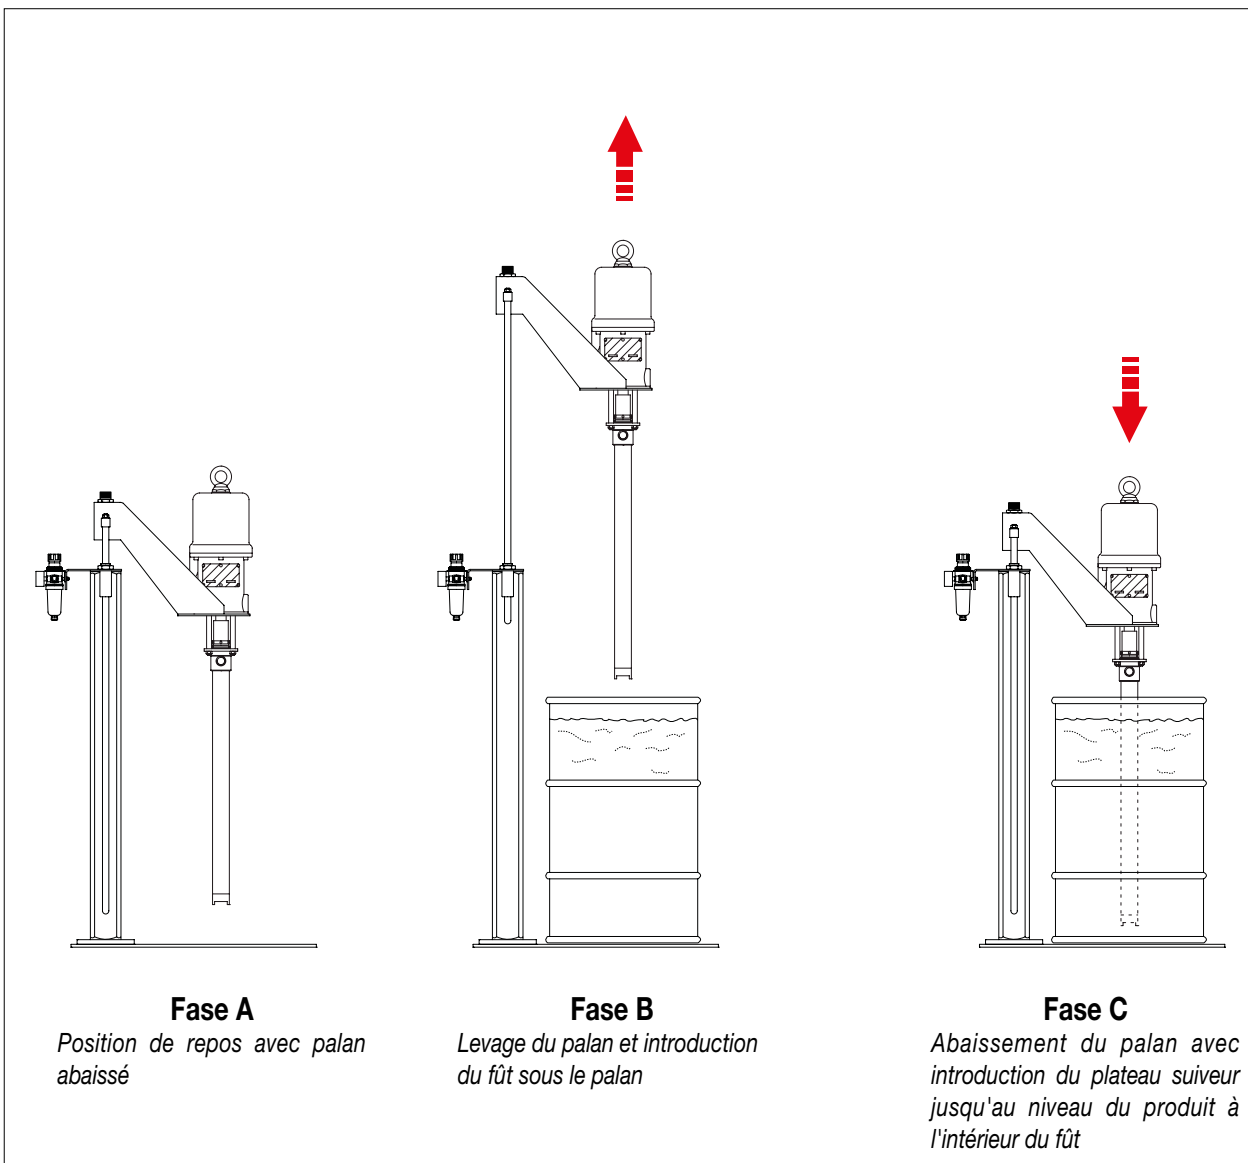

Fig. 1
- Avant les entretiens ou les réparations, couper l'air comprimé et effectuer la décompression de la pompe et du palan en les plaçant en condition de repos (**voir la figure 1 Phase A**).